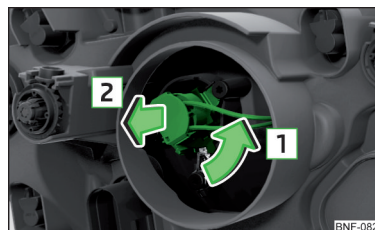

Fig. 174
- Rotiți conectorul, împreună cu becul cu incandescentă, în sensul săgeții **1** » fig. 174.